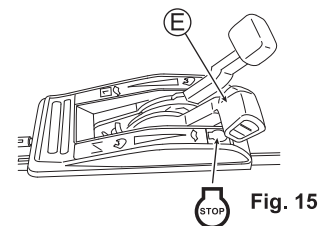

Fig. 15
2. Placez la manette des gaz (E) sur "STOP". (Voir Fig. 15)